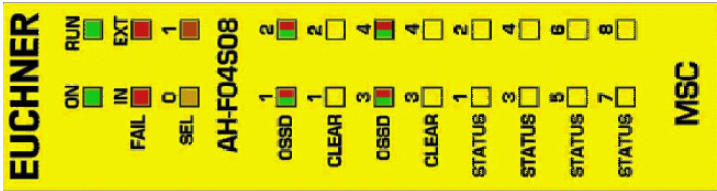

Bild 44:
8.4.14. Modul AH-F04S08 (Bild 44)